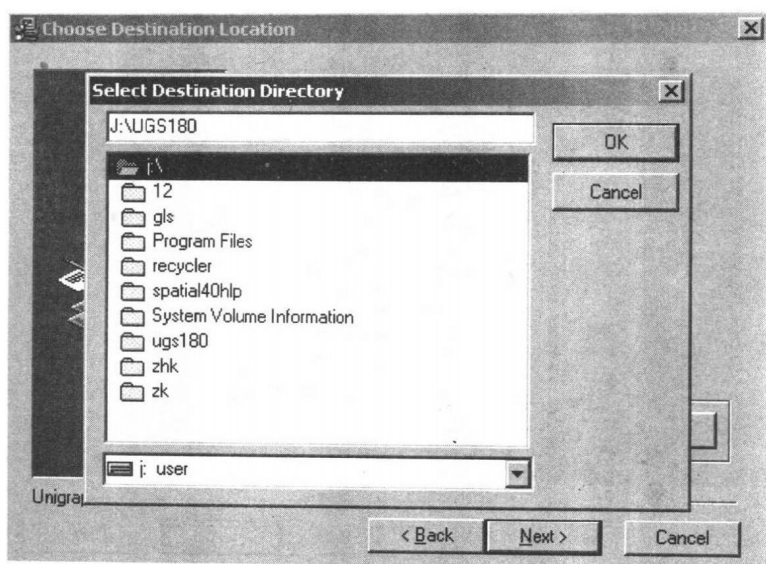

图 1.2 设置安装路径
3. 接着会出现如图 1.2 所示的设定安装路径对话框。我们可以点击“Browse”按钮，然后在弹出的对话框中设置所需的安装路径，然后点击“OK”按钮，又回到原来的设定安装路径对话框，再点击“Next”按钮。